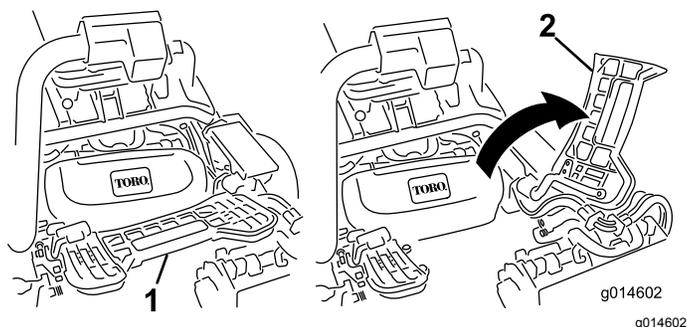

Рисунок 30
2. Поднимите и поверните вверх подножку, открывая доступ к центральному режущему блоку (Рисунок 30).